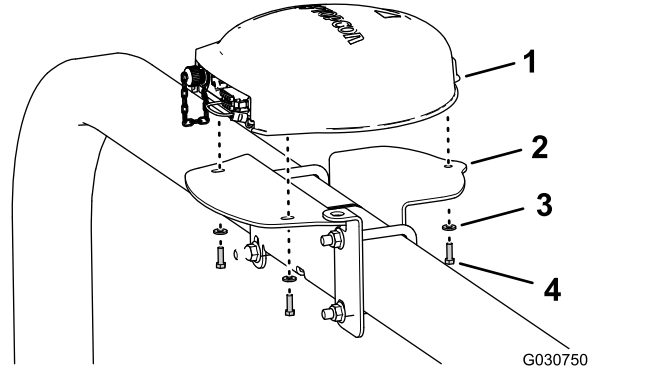

Bild 126
- Befestigen Sie den Empfänger mit den drei Sechskantschrauben (5 mm x 16 mm) und drei Scheiben (5 mm) an der Befestigung (Bild 126).